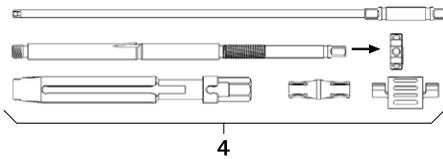

Afb. 1
- ▶ Demonteer het vergrendelingsschroeven-inbreng-instrument met de steeksleutel SW6, zie Afb. 1.